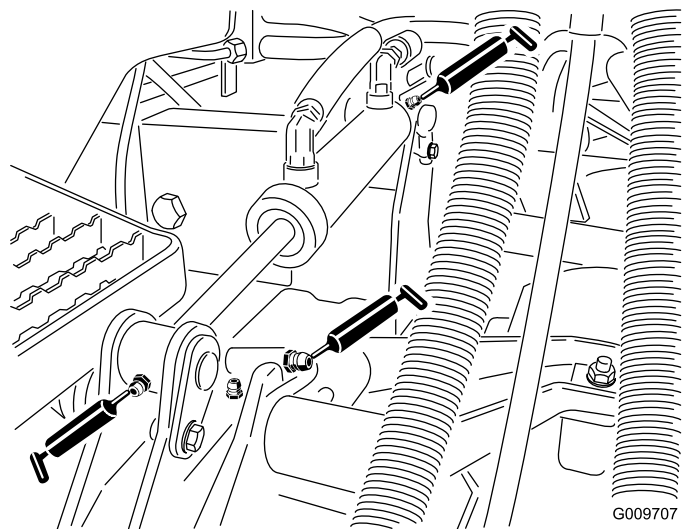

Figura 29
- Casquilhos do braço de elevação (1 por plataforma) (Figura 29)
- Casquilhos do cilindro de elevação (2 por plataforma) (Figura 29)